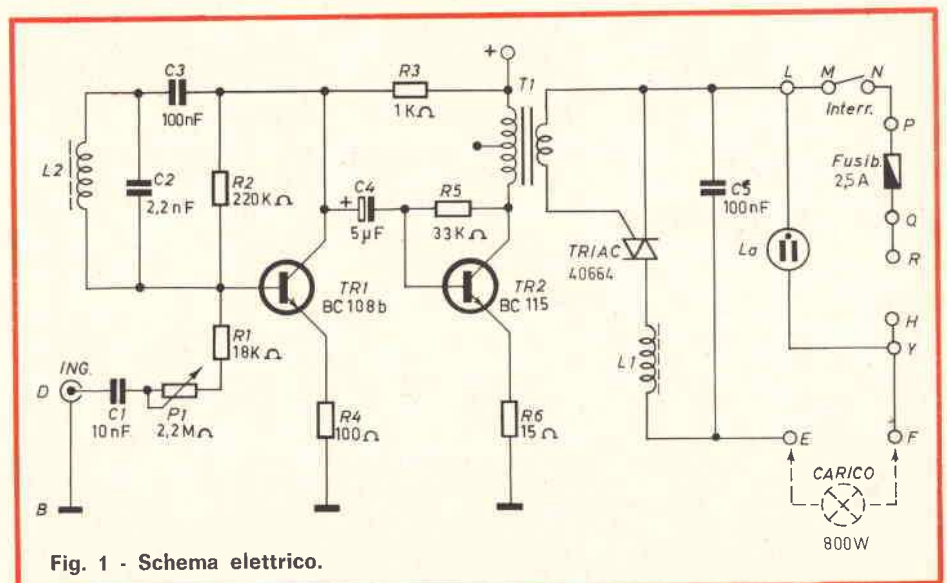

Fig. 1 - Schema elettrico.
**I**l funzionamento del circuito è deducibile dallo schema di fig. 1, nel quale si nota che il segnale di B.F. applicato in ingresso al punto D viene inviato alla base di TR1 attraverso il condensatore di accoppiamento C1 ed il potenziometro P1 che regola il segnale nella quantità voluta.